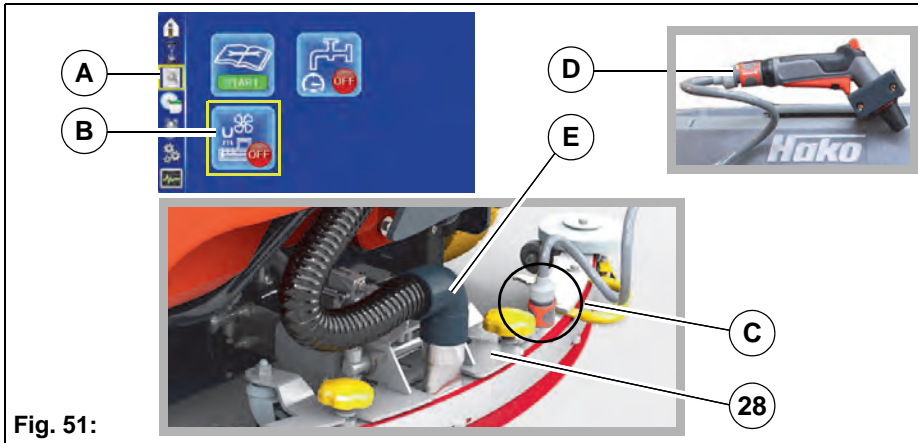

Fig. 51:
3. Trekk ut sugeslangen **Fig. 51-E**.
2. I undermenyen henter du frem meny-punktet *Vedlikeholdsside Fig. 51-A*. Med dreietrykkregulatoren velger og aktiverer du softkey *Sugefotrensjøring Fig. 51-B*. Sugefoten senkes, og sugingen slås på. Gjenværende sugefotrensjørings-tid vises i trinn på 5 sekunder.
4. Koble til slangen med 1/2"-hurtigkobling på tilkoblingen til sugefoten **Fig. 51-C**, samt på vannkranen til hustilkoblingen.
4. Koble slangen fra sprøytedysen **Fig. 51-D** og koble den til tilkoblingen på sugefoten **Fig. 51-C**.